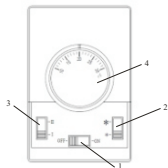

Рис. 1. Пульт управления
- установочные и габаритные размеры завесы представлены рис.1 Приложения;